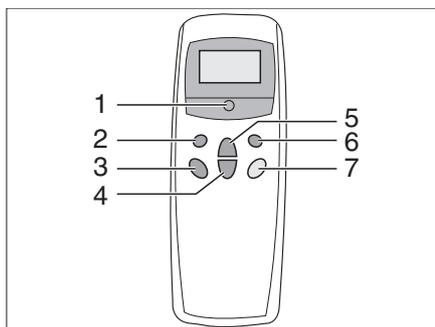

Bild 207 Fernbedienung
Die Klimaanlage ist auf dem Dach des Fahrzeugs angebracht. Die Fernbedienung (Bild 207) für die Klimaanlage befindet sich im Küchenbereich.
- Am Schalter (Bild 207,5) die Fernbedienung einschalten.
- Die gewünschte Betriebsart mit der Taste (Bild 207,1) einstellen.
- Bei Bedarf mit den Tasten (Bild 207,3 und 4) die gewünschte Gebläseleistung und Raumtemperatur einstellen.
- Zum Ausschalten die Taste (Bild 207,5) auf der Fernbedienung erneut drücken.